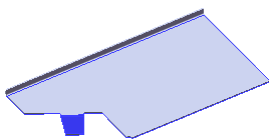
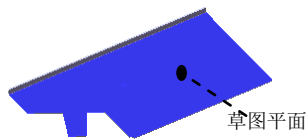

图 6.8 绘制的折弯 1
图 6.9 折弯线草图平面
(4) 单击 按钮，完成切除—拉伸 1 的创建。
Step5. 创建图 6.8 所示的钣金特征——绘制的折弯 1。
(1) 选择命令。选择下拉菜单 **插入(I)** → **钣金(B)** → **绘制的折弯(S)...** 命令 (或单击“钣金”工具栏上的“绘制的折弯”按钮)。
(2) 定义特征的折弯线。
① 定义折弯线草图平面。选取图 6.9 所示的模型表面作为草图平面。